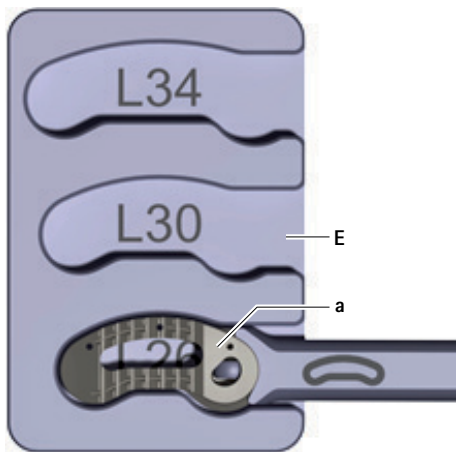

Рис. 9 Рабочий имплантат в держателе
- ▶ Вставить рабочий имплантат а в держатель Е, см. Рис. 9. При этом следить за длиной рабочего имплантата (надпись на держателе: L26/L30/L34).